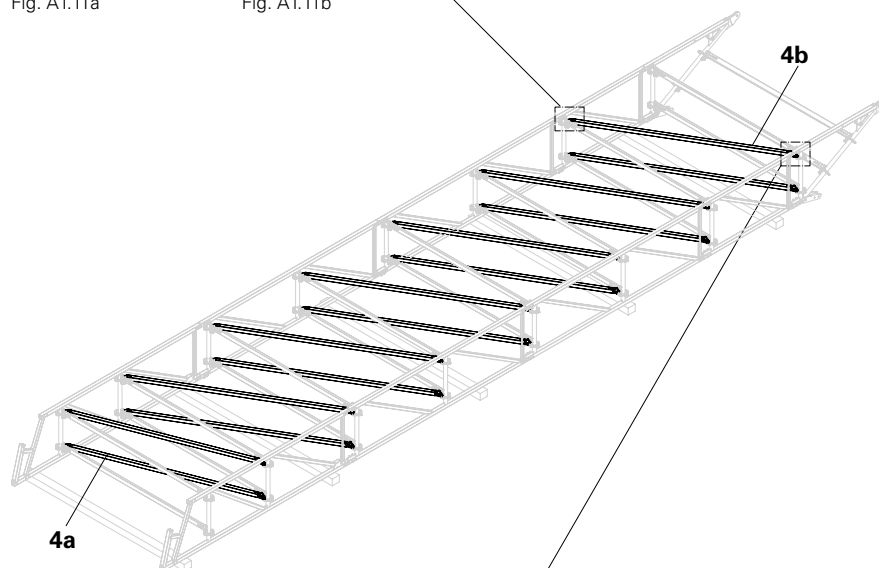

Fig. A1.11
- Den første kasette er færdig. (Fig. A1.11)